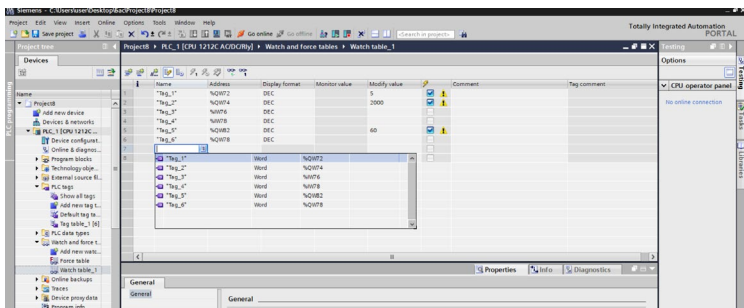

Рисунок 20 – Окно «Watch table» для редактирования и задания параметров.
13. Открыть папку «PLC tags», как показано на рисунке 19. Нажать «Add new tag table», появится окно с таблицей тегов. Для их редактирования и задания нужно перейти в Watch table (рисунок 20).